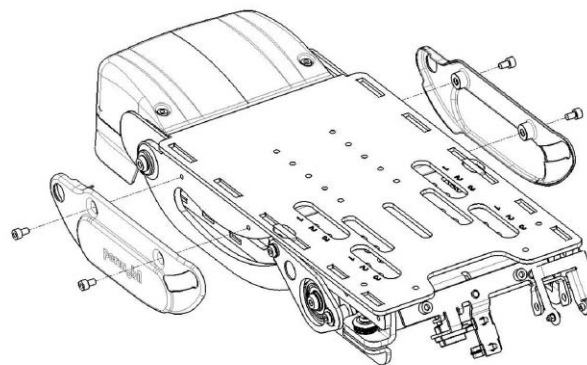

Bild 2. Demontera sitstiltens sidokåpor.
3. Demontera sitstiltens sidokåpor. Se bild 2.